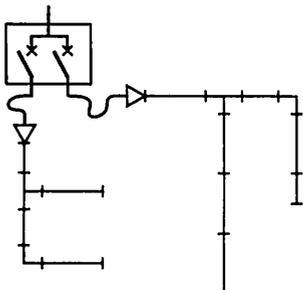

Fig. 13 : Schéma d'installation en canalisations préfabriquées.
3.2. Symboles et schémas de disposition (fig. 13)